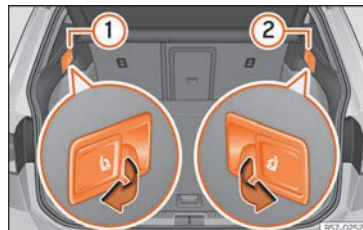

Fig. 113 Na bagageira: alavancas para desbloqueio à distância das partes esquerda (1) e direita (2) do encosto traseiro.
- Puxe o manípulo de desbloqueio »»» **Fig. 113** da parte do encosto que deseja rebater.